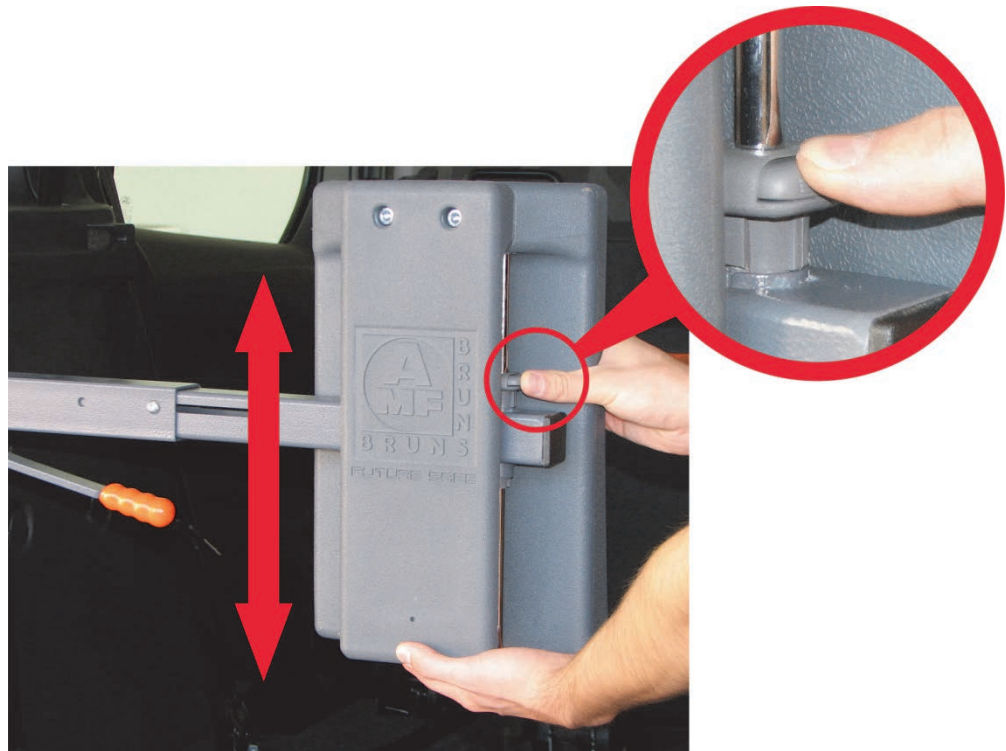

Abbildung 6: Höhenverstellung
- ⇒ Drücken und halten Sie an der Kopfstütze oder Rückenlehne den Arretierknopf (siehe Abbildung 6).